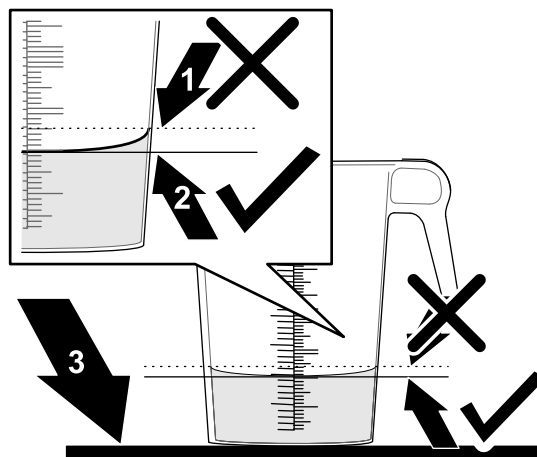

Figure 35
6. Placez le récipient gradué sur une surface plane et horizontale, et notez le volume de liquide (Figure 35).